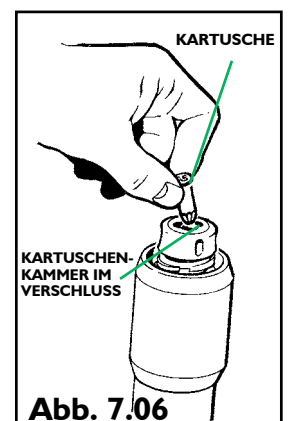

Abb. 7.06
- Eine einzelne Kartusche aufnehmen und diese mit dem gequetschten Ende voran in die Kammer einführen (siehe Abb. 7.06).